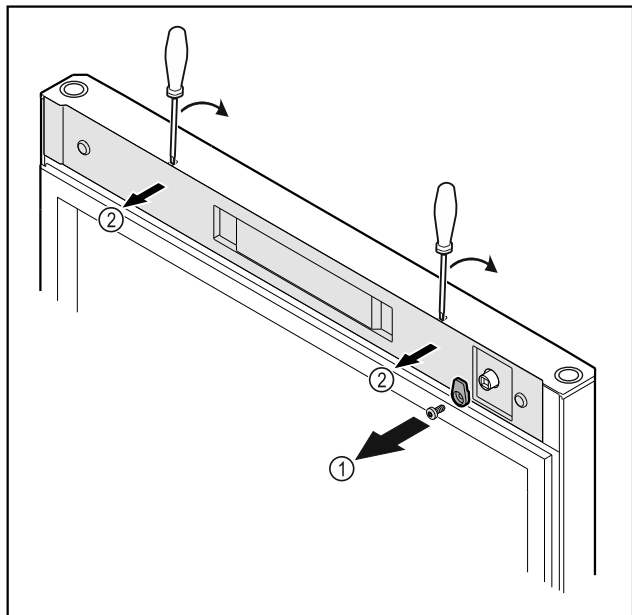

Fig. 11
- Irrota sulkuhaka Fig. 11 (1).
- Paina suojus Fig. 11 (2) pienellä ruuvimeisselillä paikaltaan ja ota se pois.